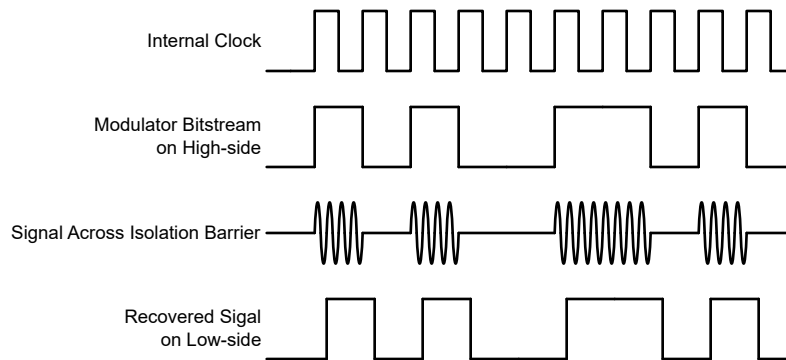

図 7-1. OOK ベースの変調方式
図 7-1 に示されているように、AMC0x02D は、オン / オフ キーイング (OOK) 変調方式を使用して、変調器の出力ビットストリームを、 SiO_2 ベースの絶縁膜間で伝送します。送信ドライバ (TX) を 機能ブロック図 示します。TX は、内部で生成された高周波キャリアを絶縁バリア越しに送信し、デジタル 1 を表現します。ただし、TX はデジタル 0 を表す信号を送信しません。AMC0x02D で使用されるキャリアの公称周波数は 480MHz です。